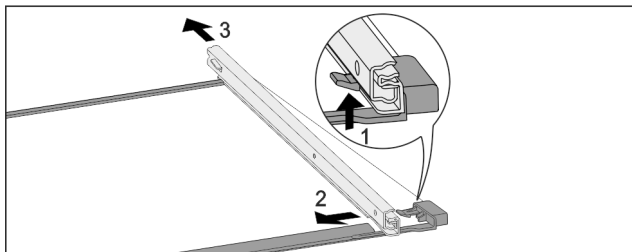

Fig. 71 Glashylla med skenor
- ▶ Tryck främre spärr uppåt. Fig. 71 (1)
- ▶ Skjut bort utdragsskena i sidled Fig. 71 (2) och bakåt Fig. 71 (3).